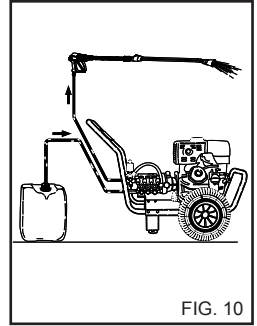

FIG. 10
1) Dopo l'uso con detersive, risciacquare il circuito di aspirazione; infilare il tubo di aspirazione (fig. 10) detersive in una tanica di acqua pulita e far funzionare la pompa per 1 minuto a rubinetto dosaggio completamente aperto e lancia in fase erogazione detersive.
- 4) Dopo l'uso con detergente, risciacquare il circuito di aspirazione; infilare il tubo di aspirazione (fig. 10) detergente in una tanica di acqua pulita e far funzionare la pompa per 1 minuto, e lancia in fase erogazione detergente.